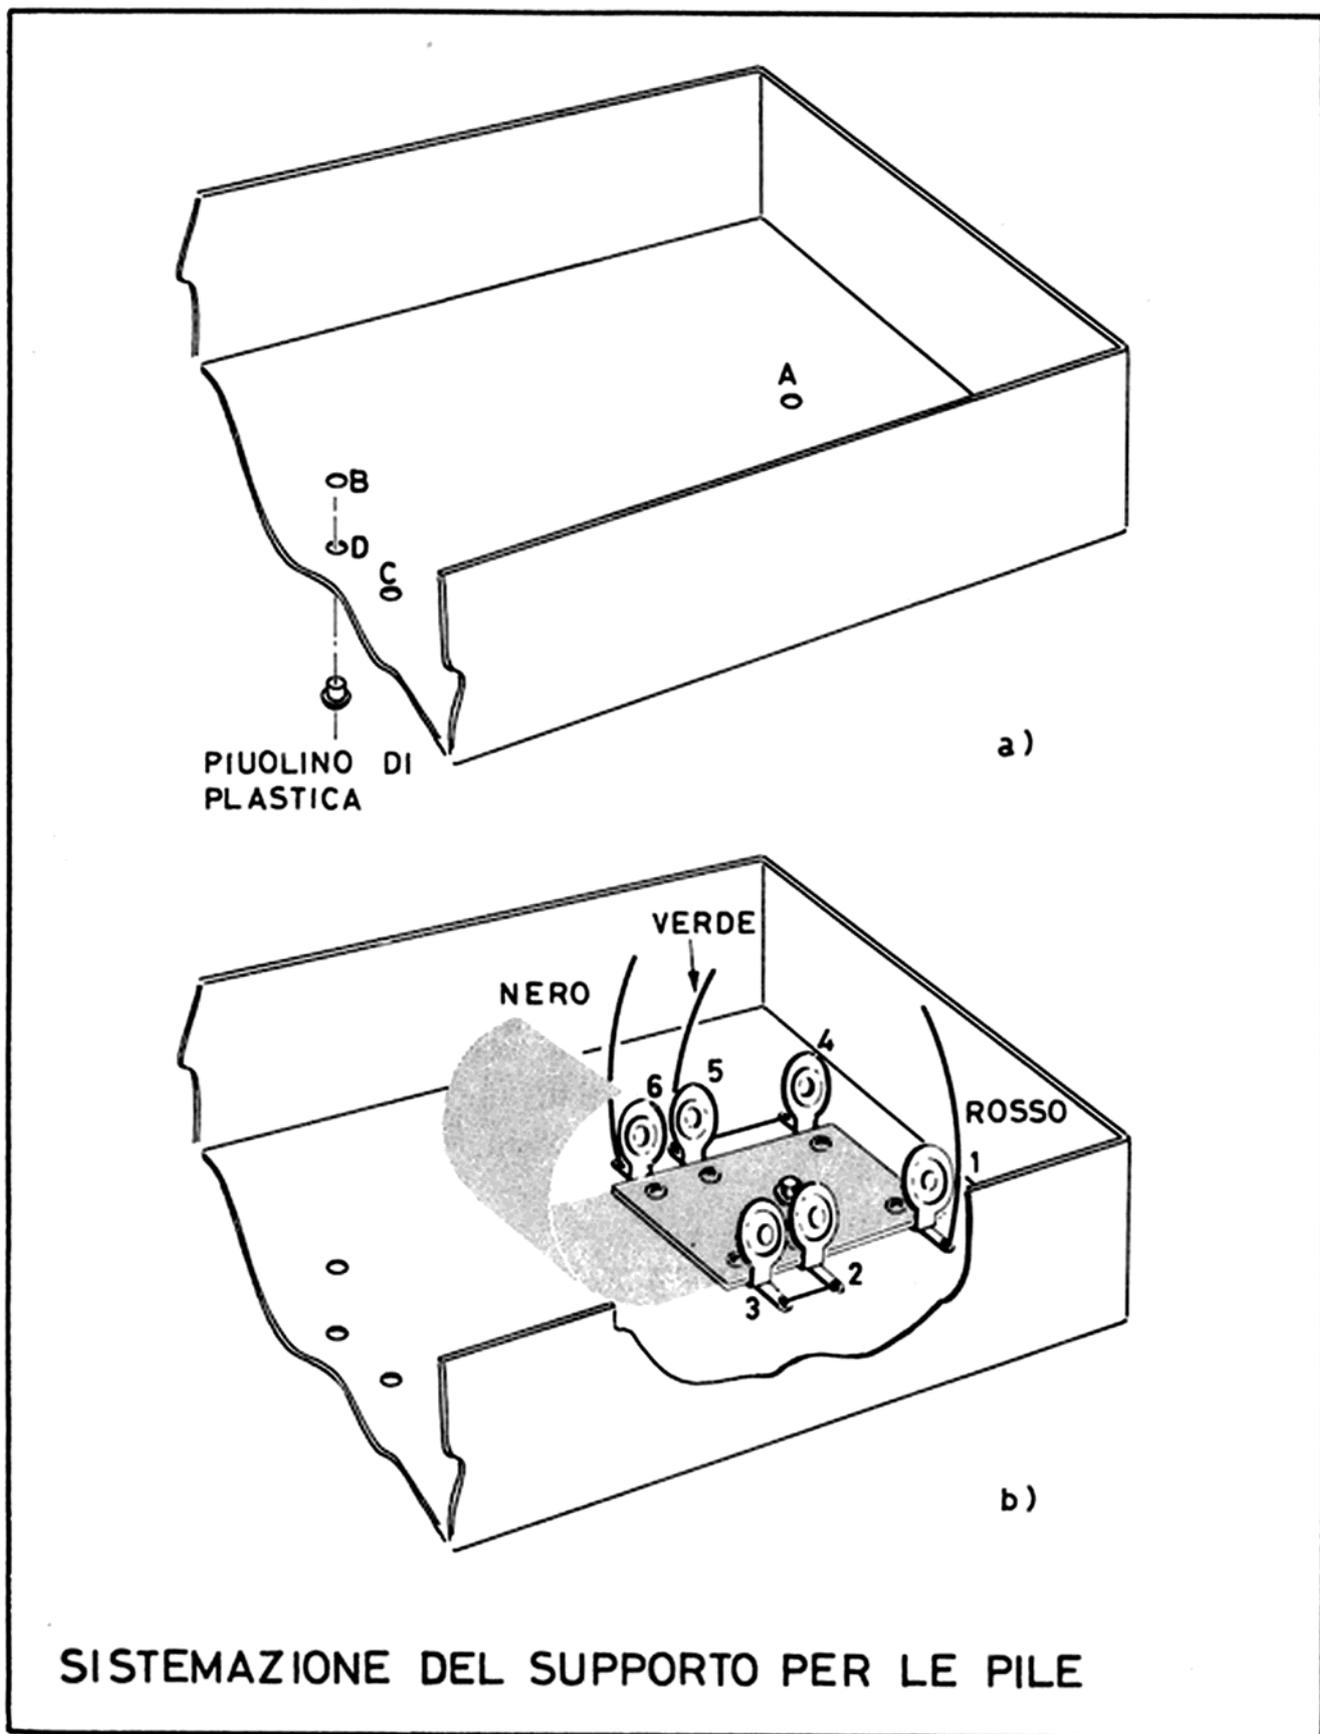

Fig. 10
Sul fondo della scatola, come indicato nella *fig. 10-a*, sono praticati quattro fori contrassegnati con le lettere A, B, C, D.
Solamente tre di questi fori saranno utilizzati per fissare alla scatola il supporto per le pile ed il provatransistori e diodi. Pertanto, chiuda il foro D, che rimarrà inutilizzato, con l'apposito piolino di materia plastica (*fig. 10-a*).
h) Introduca nel foro A, dalla parte esterna della scatola, una vite da 3 x 10 mm a testa svasata e disponga su questa un dado, bloccando così, oltre al supporto per le pile, che deve essere disposto e fissato come indicato nella *fig. 10-b*, anche la striscia di plastica trasparente.